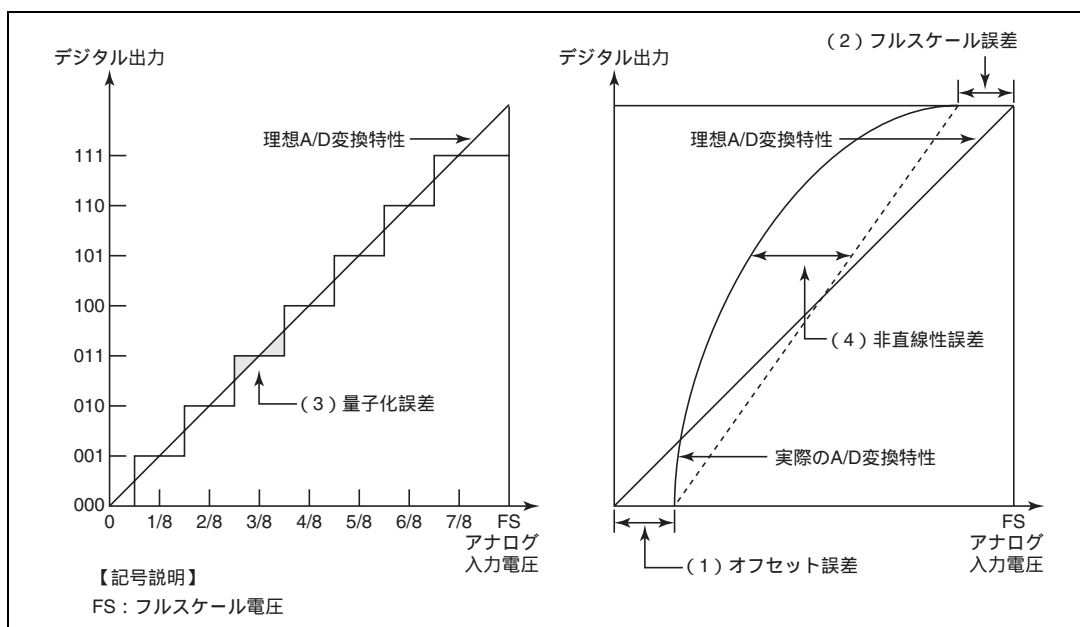

図 15.7 A/D 変換精度の定義
- (1) オフセット誤差
- (2) フルスケール誤差
- (3) 量子化誤差
- (4) 非直線性誤差
図 15.7 に沿って、上記 (1) ~ (4) の誤差を説明します。ただし、図ではわかりやすいように、10 ビットの A/D 変換器を 3 ビットの A/D 変換器に単純化しています。オフセット誤差とは、デジタル出力値が最小値（ゼロ電圧）000000000（図では 000）から 000000001（図では 001）に変化するときの、実際の A/D 変換特性と理想 A/D 変換特性との偏差（図 15.7 (1)）です。フルスケール誤差とはデジタル出力値が 111111110（図では 110）から最大値（フルスケール電圧）111111111（図では 111）に変化するときの、実際の A/D 変換特性と理想 A/D 変換特性との偏差（図 15.7 (2)）です。量子化誤差とは、A/D 変換器が本質的に有する誤差であり、1/2LSB で表されます（図 15.7 (3)）。非直線性誤差とは、ゼロ電圧からフルスケール電圧までの間の実際の A/D 変換特性と理想 A/D 変換特性との偏差（図 15.7 (4)）です。ただし、オフセット誤差、フルスケール誤差、量子化誤差は含みません。